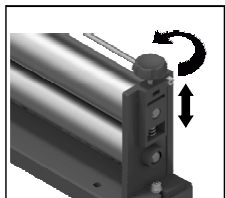

Figura 5
- Proceda com regulagem da abertura entre as moendas (10 e 11), soltando ou apertando os reguladores (16, figura 5), conforme a espessura desejada para a massa a ser sovada.
-Em seguida posicione a massa entre as moendas (10 e 11) e gire o cabo (5), finalize assim que se obter o ponto desejado.